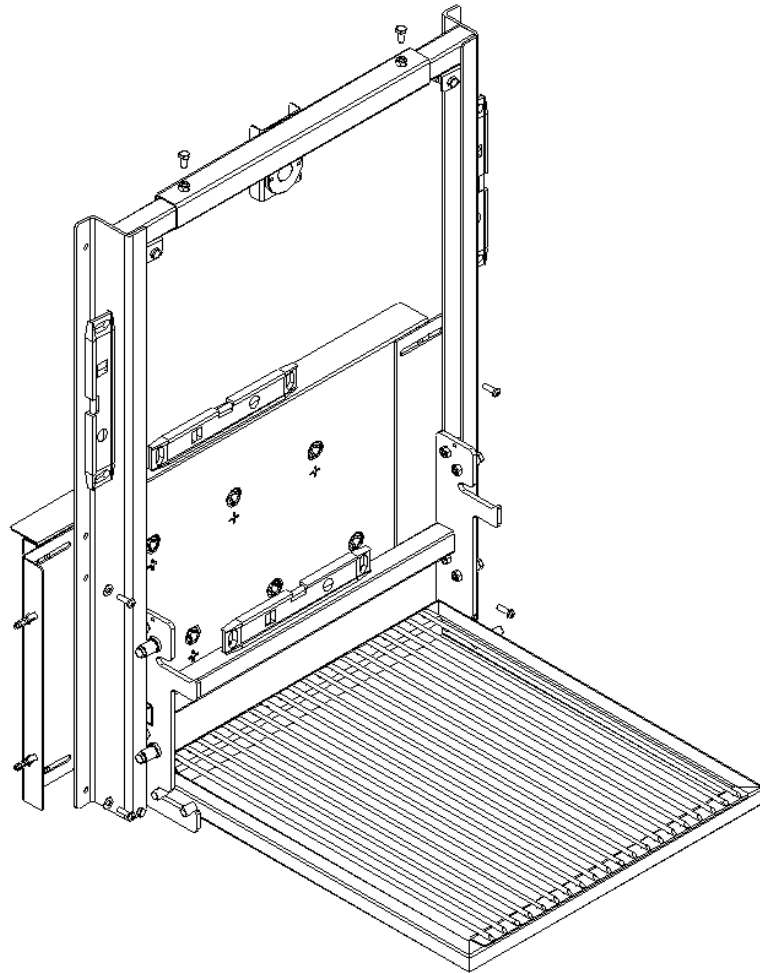

Figura 05
c) Quando o equipamento for montado em conjunto com a Churrasqueira Rotativa (centralizada ou lateral), seu Equipamento deverá ser fixado na furação da Churrasqueira conforme figura 05 abaixo: